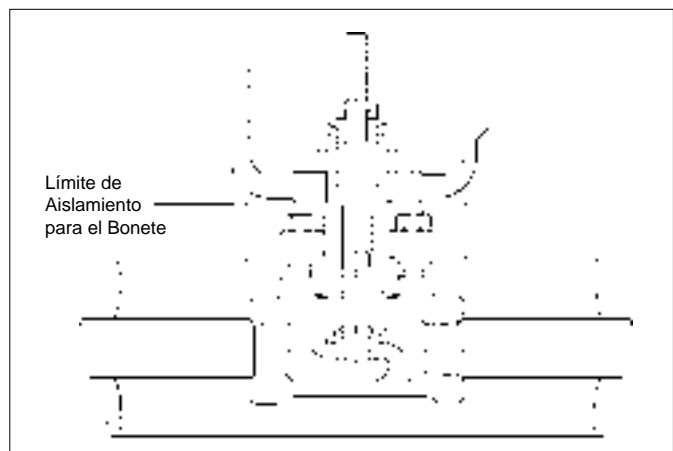

Figura 2: Aislamiento del Cuerpo
12. El aislamiento debe ser aplicado como se muestra en la Figura 2. Asegúrese de drenar lejos del área del empaque cuando instale totalmente, selle y cubra para instalaciones exteriores.